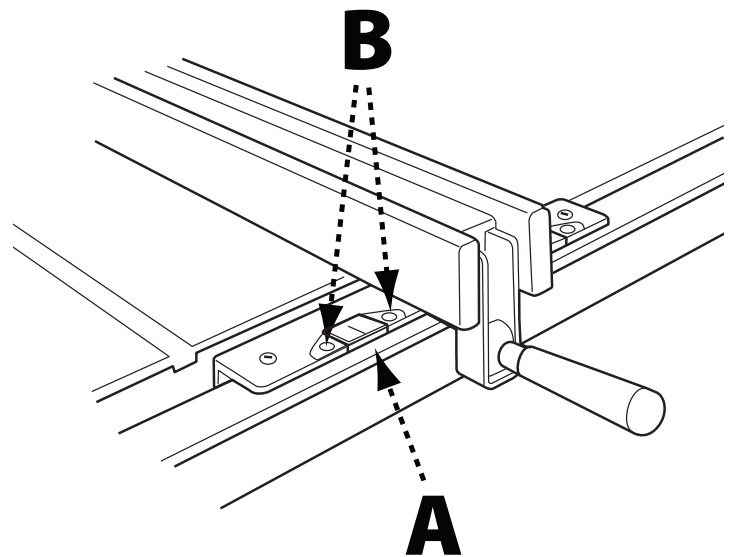

FIGURE 17
La distance à laquelle le guide est positionné par rapport à la lame est indiquée par le pointeur (A) (Figure 17). Vérifier la position du pointeur comme suit: